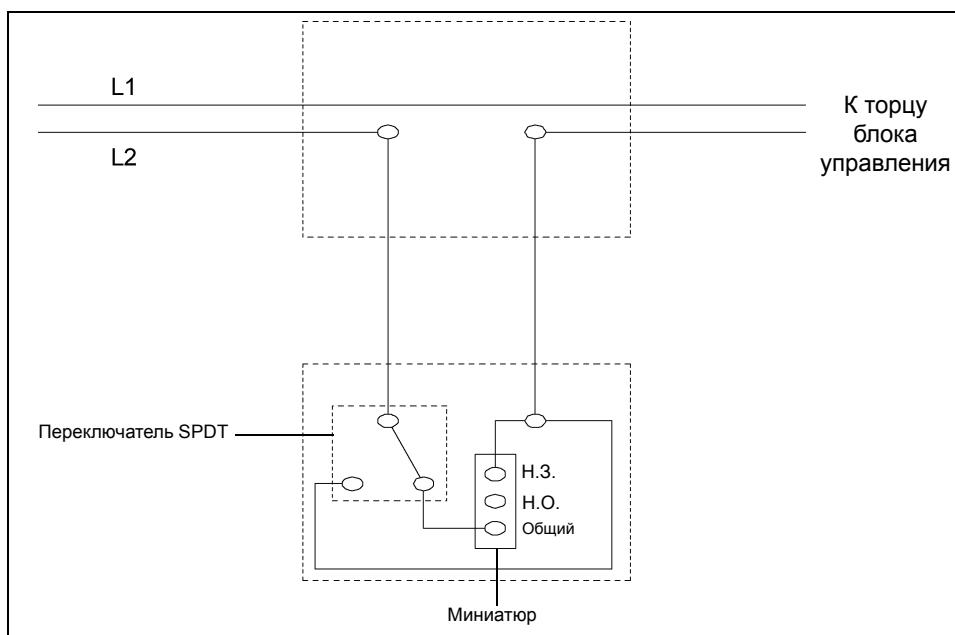

Рисунок 4W
5. Для выполнения разводки проводов от центрального управляющего лотка к концевому управляющему лотку см. схему, указанную на Рисунок 4W.